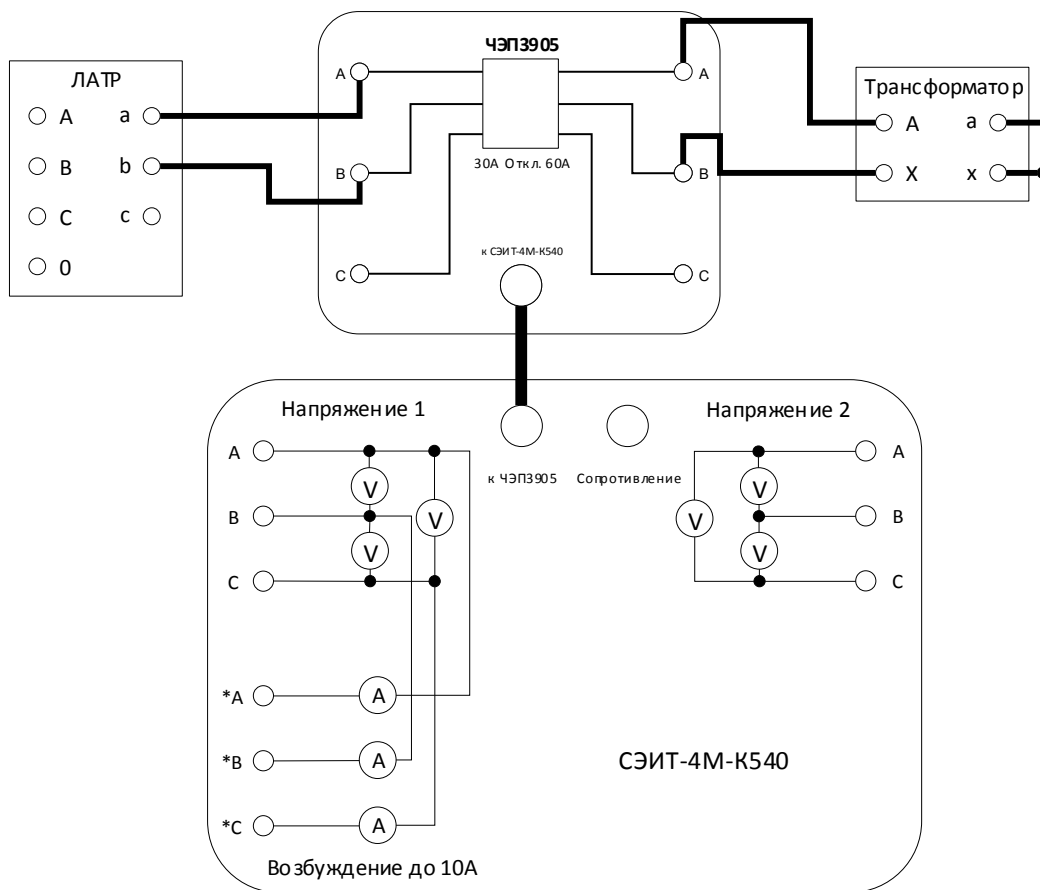

Рис. 21. Схема соединений для однофазного опыта КЗ с применением БТТ
5.4.4. При использовании БТТ в однофазном опыте КЗ следует собирать схему, представленную на рис. 21.